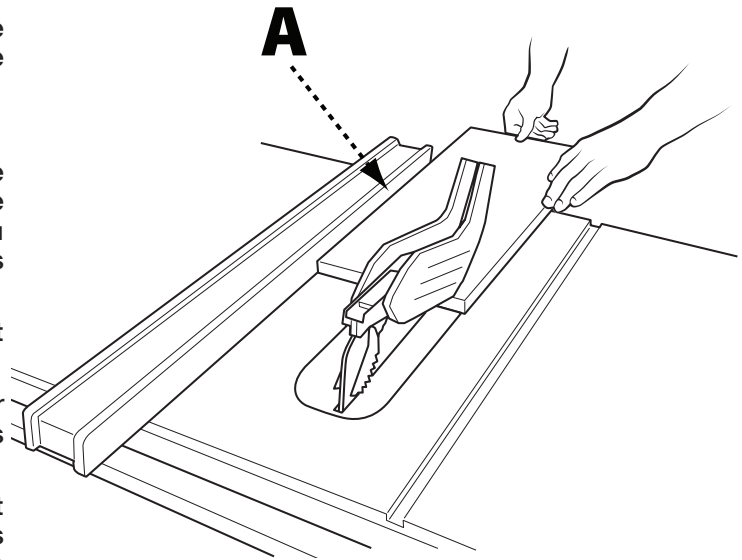

FIGURE 21
8. Maintenez la pièce à plat sur la table et contre le guide (A). La pièce doit avoir un bord droit contre le guide et ne doit pas être déformée, tordue ou courbée. Voir la position correcte des mains dans la Figure 21.